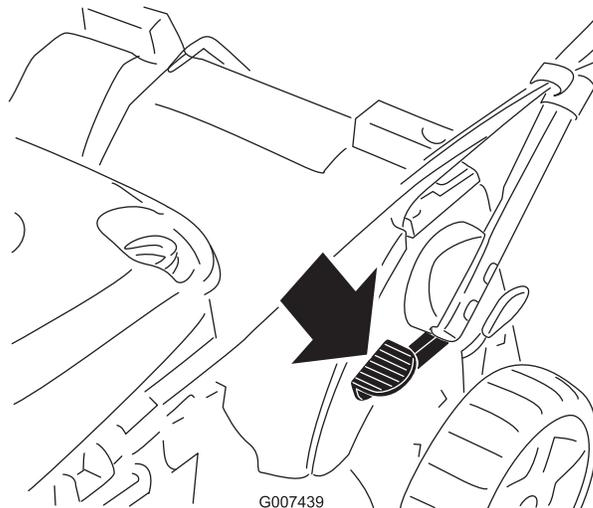

Figura 3
1. Premete il pedale col piede e tenetelo premuto (Figura 3).